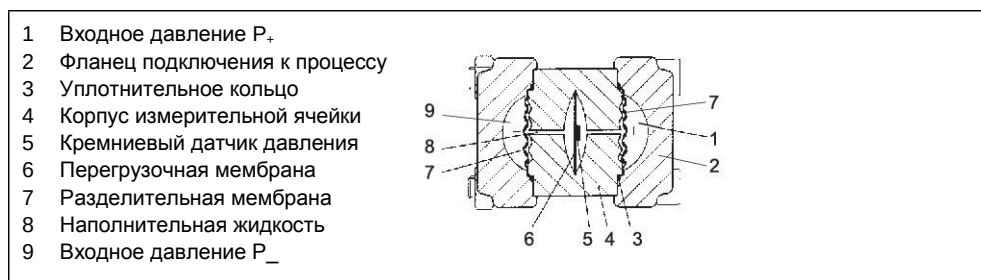

Рис. 7 Измерительная ячейка для измерения дифференциального давления и расхода, функциональная схема
Дифференциальное давление передается через разделительные мембраны (№ 7 на рис. 7, стр. 19) и наполнительную жидкость на кремниевый датчик давления (5). Превышение пределов измерения вызывает прогибание перегрузочной мембраны (6), пока одна из разделительных мембран (7) не коснется корпуса измерительной ячейки (4). Таким образом реализуется защита датчика давления (5) от перегрузки. Разделительная мембрана прогибается под воздействием образующегося дифференциального давления. Кроме того, изменяется сопротивление четырех пьезорезисторов в мостовой схеме, легированной в измерительную диафрагму. При изменении сопротивления на выходе мостовой схемы создается напряжение, пропорциональное дифференциальному давлению.